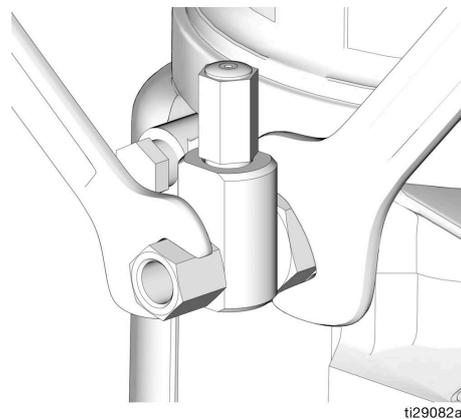

Рис. 17
1. Ослабьте фитинг патрона насоса (Рис. 17).
3. Затяните фитинг патрона насоса, поворачивая два ключа в противоположные стороны (Рис. 17).